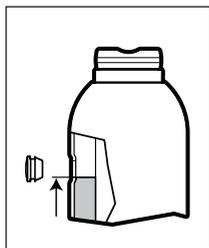
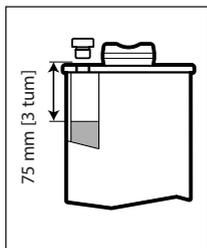

Fig. 5 - Oljenivå,
Fig. 6 - Oljenivå,
- Alla modeller utom GBJ100: Fyll tills oljenivån är ungefär jämsn med nedre kanten av oljepåfyllningshålet. Se fig. 5.
- Endast modell GBJ100: Fyll tills oljenivån är ungefär 75 mm [3 tum] under oljepåfyllningshålet. Se fig. 6.
**⚠ CAUTION** Fyll INTE PÅ FÖR MYCKET! Med kolven helt tillbakadragen och domkraften i upprätt läge ska oljenivån inte vara högre än vad som visas i Fig. 5 eller Fig. 6 (beroende på domkraftmodellen).